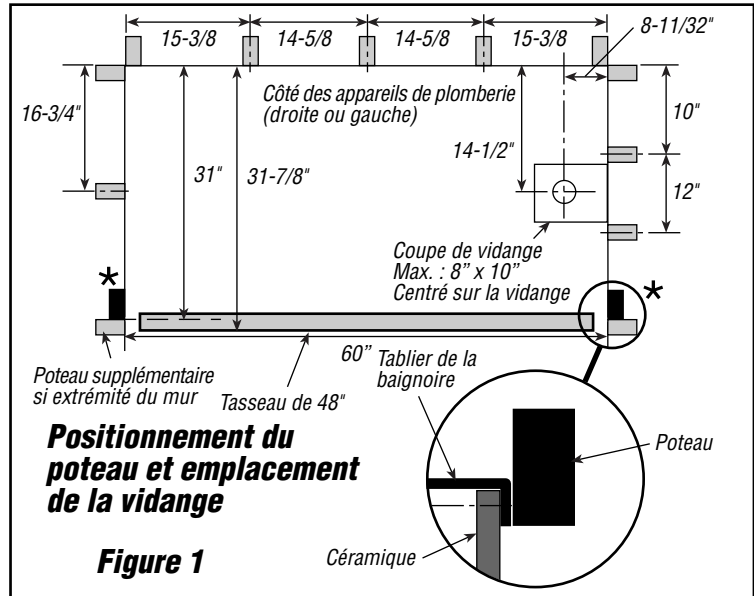

Figure 1
2. Les poteaux du mur de l'alcôve doivent être situés tel qu'illustré à la figure 1. Ils doivent être d'aplomb. Si les poteaux ne sont pas d'aplomb, vous devrez peut-être les niveler. Il est important qu'un poteau se trouve tel qu'illustré (*) pour la fixation des brides verticales latérales du tablier de la baignoire. Les autres pivots doivent être positionnés selon votre code du bâtiment régional.
Construisez un colombage de 2" x 6" pour l'extrémité de la plomberie. Appliquez des tasseaux de 2" x 2" au mur en maçonnerie, au même endroit que les poteaux de la figure 1.